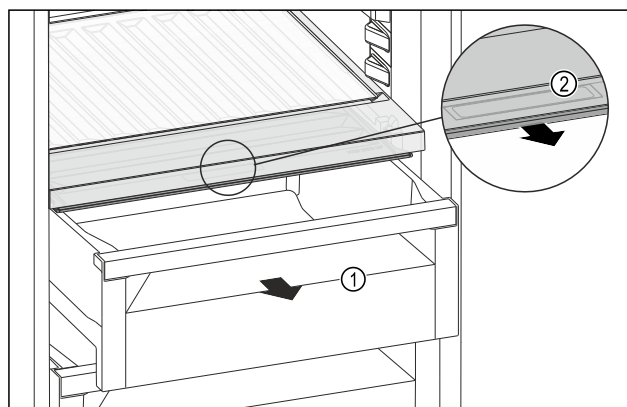

Fig. 109
- ▶ Extraer el compartimento Fig. 109 (1).
- ▶ Agarrar el tirador empotrado Fig. 109 (2) en la tapa del compartimento y tirar de la tapa del compartimento hacia delante al mismo tiempo.